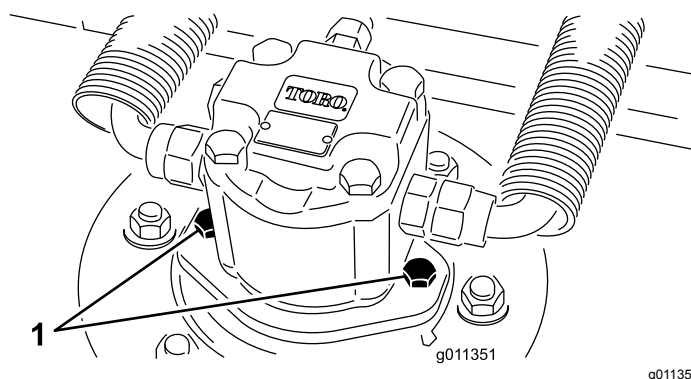

Figura 80
2. Desligue e retire o motor hidráulico da plataforma (Figura 80). Cubra a parte superior do eixo para não o sujar.
4. Instale o motor hidráulico na plataforma (Figura 80). Verifique se o anel de retenção está posicionado corretamente e não está danificado.